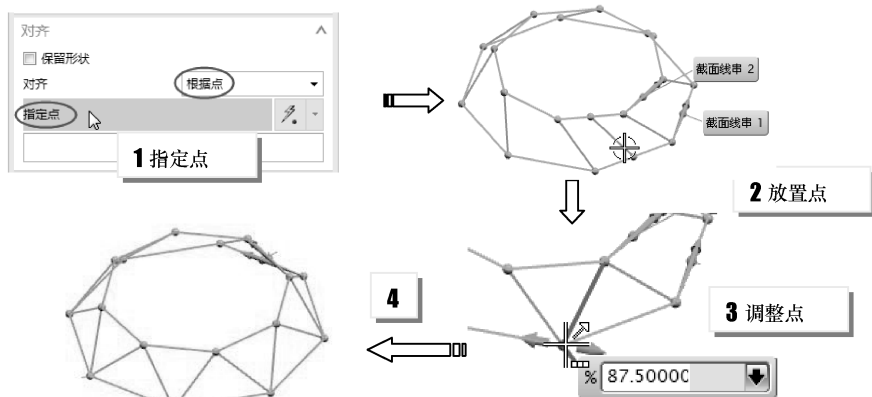

图 5-52 调整点
- 06 在【对齐】选项区【对齐】下拉列表中选择【根据点】选项, 单击【指定点】按钮, 在直线中间增加点, 创建新的直纹边缘, 并拖动点使一个面均匀划分为两个三角形面, 依次完成 7 个点, 操作过程如图 5-52 所示。